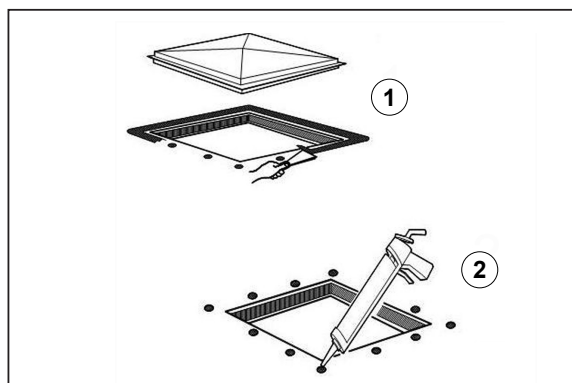

Fig. 4
Verwijder al het afdichtingsmateriaal dat rondom het gat aangebracht is met een plaatmes ("Fig. 4" ref. 1) en dicht alle gaten van de schroeven en de verbindingssleidingen af met kit ("Fig. 4" ref. 2).